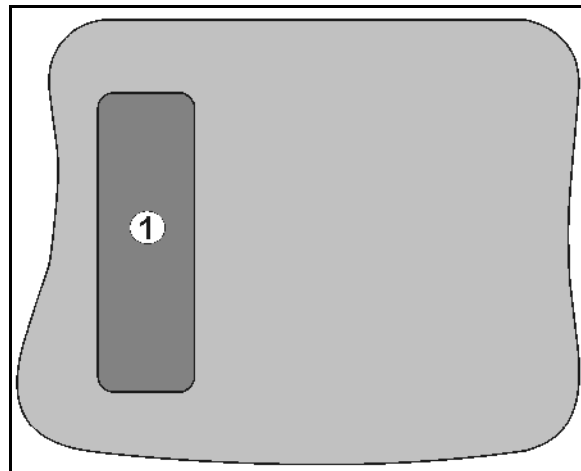

Fig. 9
- På enhetens baksida finns en shift-knapp  (Fig. 9/1).